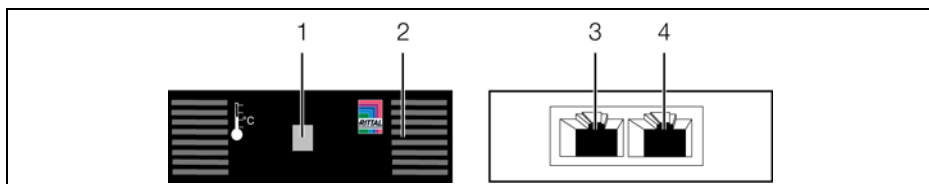

Рис. 3: Элементы индикации, штекеры и разъемы
Элементы управления и индикации показаны на рис. 3.
#### Обозначения на рис. 3
- Соедините датчик температуры кабелем CAN-Bus с CMC III PU или соседними элементами в шине CAN-Bus (рис. 3, поз. 3, 4).